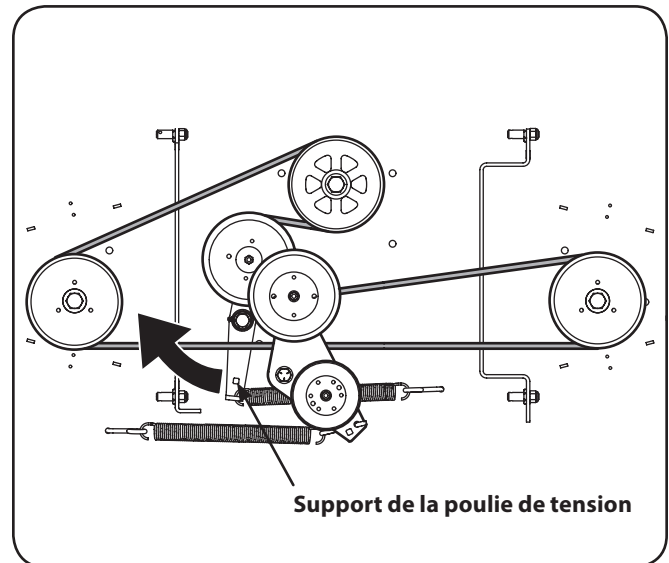

Figure 7-7
5. À l'aide d'un bras de force de 1/2", insérez l'extrémité mâle dans l'ouverture carrée de 1/2" de l'ensemble de la poulie de tension et faites pivoter la poulie dans le sens horaire sur un plateau de coupe de 60" ou de 54" et dans le sens anti-horaire sur un plateau de coupe de 48". Voir Figure 7-7. Pendant que vous retenez la poulie de tension, desserrez la courroie du plateau de coupe et faites glisser la courroie hors de la poulie.
6. Installez la courroie neuve comme indiqué à la Figure 7-7. Installez ensuite le plateau de coupe et la courroie de la prise de force selon les instructions de la page 34.